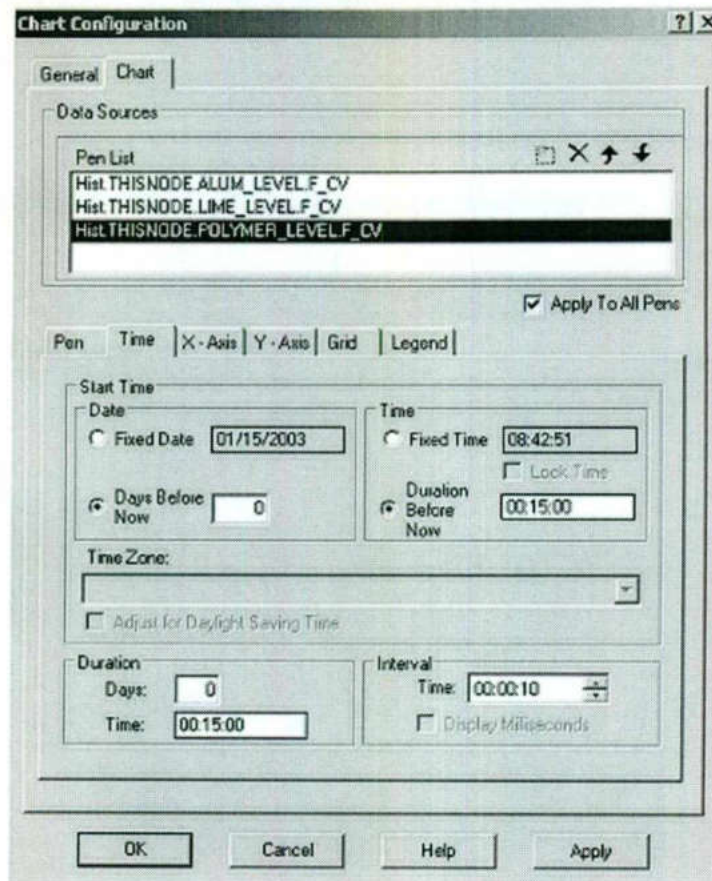

Figura 16-5: Configuración de la Hora
- Para controlar como se presenta el dato por el pen(s) configurado, defina las propiedades en la pestaña Chart (vea la figura 16-5)